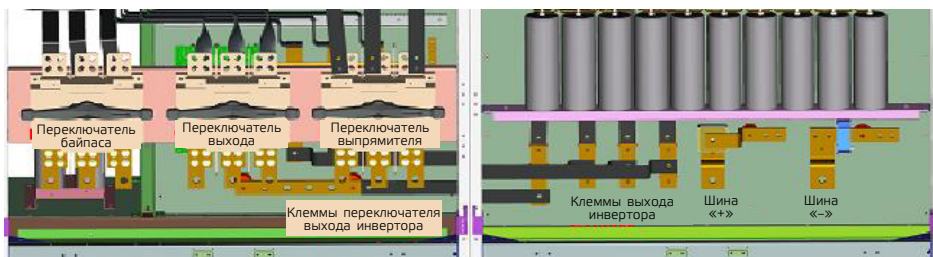

Рис. 3-20: Вид подключения инвертора ИБП данной серии (400 – 500 кВА)
4. Подключите переходные медные шины шкафа выпрямителя и шкафа инвертора. Используя комплектную гибкую медную шину, соедините «инверторный переходной вывод» шкафа выпрямителя с «выходным инверторным выводом» шкафа инвертора. При подключении необходимо соблюдать соответствие фаз (например, «фаза А на инверторном переходном выводе» должна быть подключена к «фазе А на выходном инверторном выводе»). Также необходимо соединить нулевую (N) медную шину между шкафами выпрямителя и инвертора (см. рисунок 3-20).